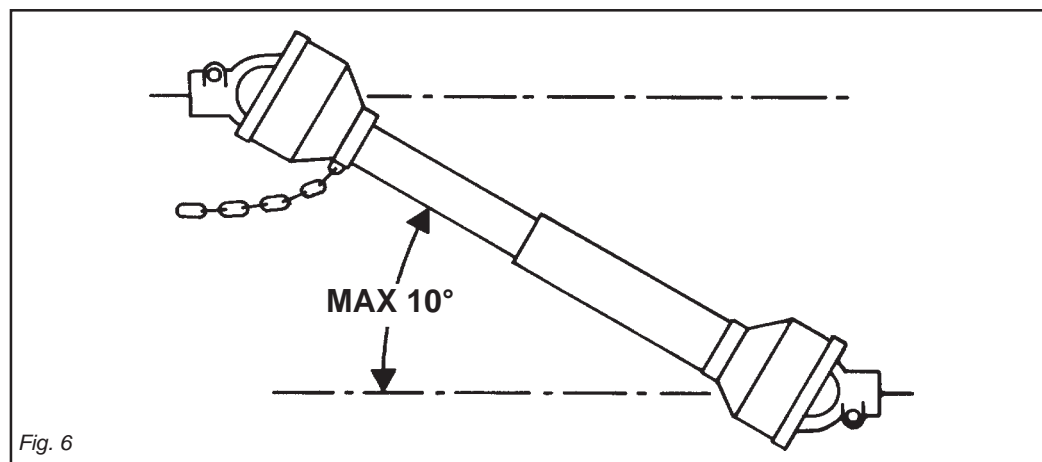

Fig. 6
- 41) Disinserire, sempre, la presa di forza quando l'albero cardanico fa un angolo troppo aperto (mai oltre i 10 gradi - Fig. 6) e quando non viene usata.
- 41) Always disengage the pto when the cardan shaft is set at an excessively open angle (never beyond 10 degrees - Fig. 6) and when it is not in use.
- 41) Débrayez toujours la prise de force quand l'angle de l'arbre à cardans est trop ouvert (jamais plus de 10 degrés Fig. 6) et lorsque vous ne devez pas l'utiliser.
- 41) Die Zapfwelle immer ausschalten, wenn die Gelenkwelle einen zu großen Winkel einnimmt (nie über 10 Grad - Abb. 6) und wenn sie nicht gebraucht wird.
- 41) Desactivar, siempre, la toma de fuerza cuando el árbol cardánico hace un ángulo demasiado abierto (nunca superar los 10 grados - Fig. 6) y cuando no la usamos.